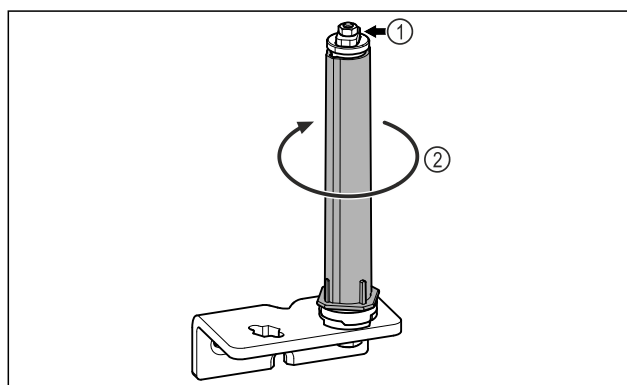

Fig. 18
- ▶ Systemu blokującego drzwi Fig. 18 (1) nie należy demontować.
- ▶ System blokujący Fig. 18 (2) obrócić do momentu, aż kliknie.